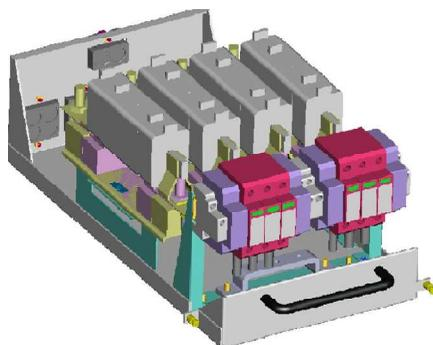

Figura 17-3: Cassetto DC
3. Sollevare leggermente e finire di estrarre completamente il cassetto DC sostenendo il peso da sotto con l'altra mano. (Figura 17-3)